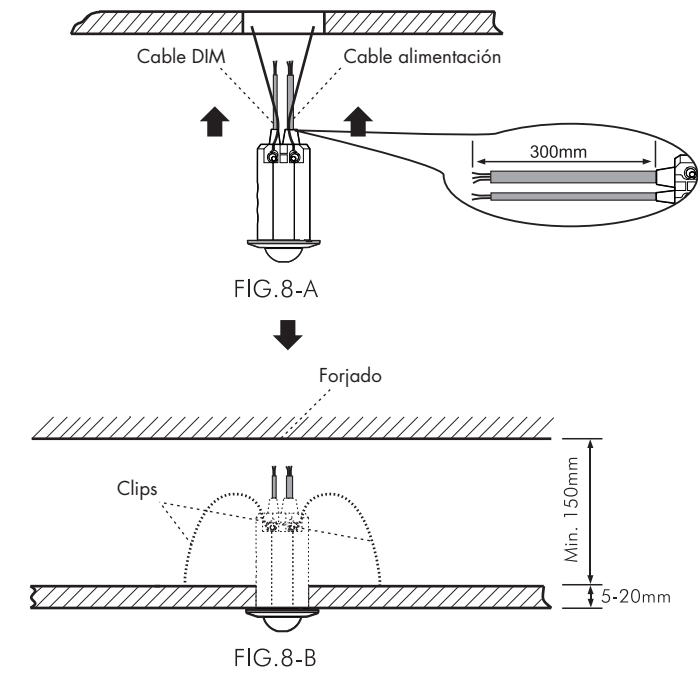

FIG.8-B
- Por favor compruebe que la distancia entre el falso techo y el forjado es de al menos 150mm y que el espesor de las placas del falso techo es de 5-20mm. (ver FIG.8-B)
3.4.1.1 Consulte los esquemas de conexión para efectuar el cableado. A continuación introduzca por el agujero los clips del detector e inserte el detector hacia arriba (ver FIG.8-A y FIG.8-B)